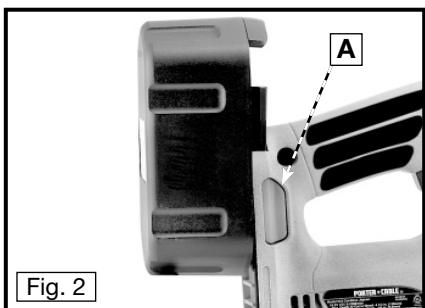

Fig. 2
Pour retirer le bloc porte-piles, déprimez le bouton de relâchement de la batterie (B) Fig. 2 et tirez le bloc porte-piles hors de l'outil.
Pour installer le bloc porte-piles, placer les rails (A), Fig. 2, du bloc-piles en face des fentes de l'outil et enfoncez le bloc-piles dans l'outil jusqu'à ce qu'il se verrouille.